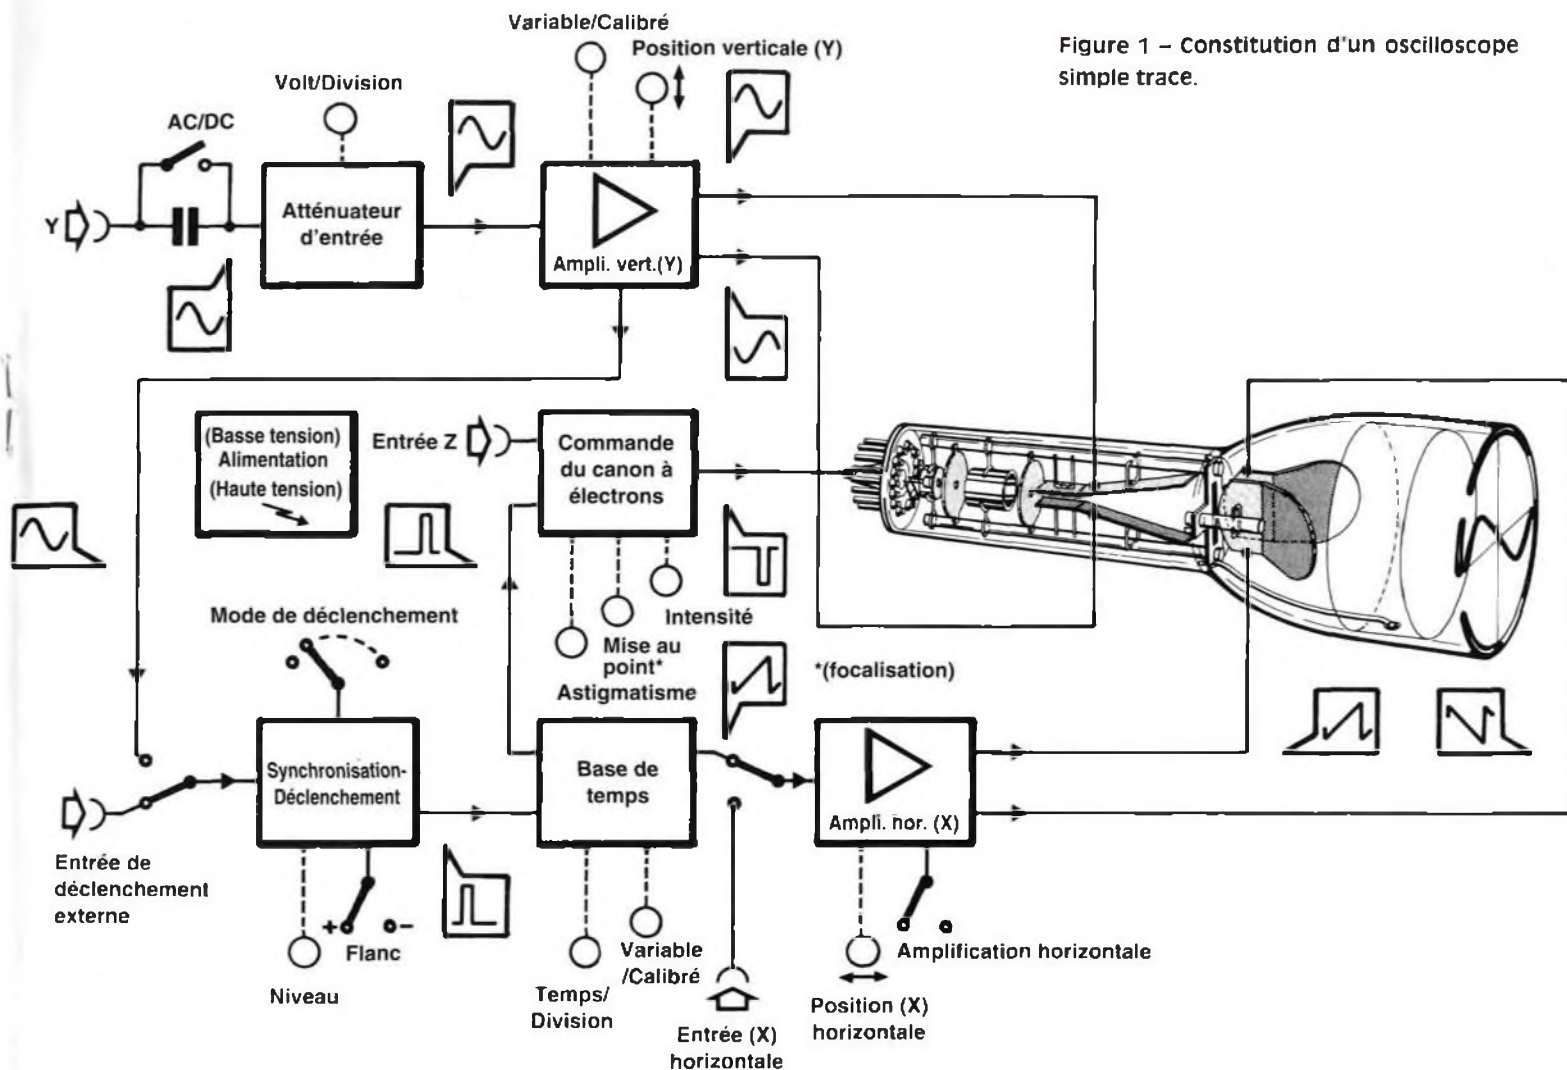

Figure 1 – Constitution d'un oscilloscope simple trace.
de vitesses à bon escient. Un oscilloscope ordinaire est constitué comme le montre la figure 1 d'un tube cathodique qui permet de visualiser le signal*. C'est un tube de verre vidé d'air qui contient, à une extrémité, un canon à électrons (rien ne vous empêche d'appeler le filament d'une lampe à incandescence "canon à photons"), à l'autre un écran recouvert d'un matériau fluorescent et d'une très mince couche d'aluminium (qui permet le retour du courant). L'écran émet de la lumière là où le faisceau d'électrons issu du canon le frappe. Si le faisceau d'électrons - projectiles suffisamment accélérés pour qu'on puisse considérer leur trajet comme rectiligne - n'est pas dévié, il rencontre l'écran en son milieu et y forme une petite tache lumineuse, le spot. Le faisceau d'électrons traverse cependant l'espace compris entre les armatures de deux condensateurs plans, disposées horizontalement et dites pour cela plaques de déviation (ou déflexion) verticale (Y), et verticalement, pour les plaques de déviation horizontale (X). Si entre deux armatures d'un condensateur plan nous établissons une différence de potentiel, nous créons dans l'espace qui les
Nous savons que la tension à étudier est appliquée aux plaques (horizontales) de déviation verticale dites plaques Y. Directement ? Non, par l'intermédiaire d'un atténuateur puis d'un amplificateur d'entrée puisqu'un oscilloscope a heureusement plusieurs calibres. Sur le plus petit calibre (0,01 V/division pour le *Torg*), les signaux attaquent directement l'amplificateur d'entrée. Sur les autres calibres, ils sont atténués à l'aide d'un diviseur de tension. Un signal d'amplitude crête à crête de 80 mV occupera l'écran sur toute sa hauteur (pleine échelle) si le calibre choisi est de 0,01 V par division. Si nous déplaçons l'index du bouton *V/Div.* sur 0,02 (V/division), il sera atténué de moitié, sur 5, ses ondulations seront à peine visibles et nous aurons l'impression d'un signal à peu près constant mais nous pourrions éventuellement y reconnaître des impulsions parasites de très grande amplitude et peut-être les mesurer si elles sont inférieures à ± 20 V ou $+40$ V ou -40 V, à condition qu'elles se répètent très fréquemment. Il nous faudra alors déplacer la courbe vers le bord supérieur ou le bord inférieur de l'écran à l'aide du potentiomètre repéré par une flèche verticale (ou *Y-Pos*). Nous avons encore, en bas et à droite sur la face avant, juste au-dessus d'une borne de masse, un bouton poussoir qui correspond à l'interrupteur marqué *AC/DC* de la figure 1 : son rôle est évident aux habitués du magazine. Nous en reparlerons cependant dans un prochain article.
Un lecteur, aussi sage que serviable, nous fait remarquer que l'énoncé du problème posé le mois dernier, ne parlait pas de la précision avec laquelle les résistances (figure 1) étaient connues. Qu'il en soit remercié. Il est vraisemblable que les résistances sont tirées de la série E12. Ceci veut dire que leur valeur n'est connue qu'à 10% près. Une résistance de 10kΩ de la série E12 peut donc mesurer entre 9 et 11kΩ, une résistance de 47kΩ entre 42,7kΩ et 51,8kΩ, soit entre 42kΩ et 52kΩ. Quelle résistance mesure l'ohmmètre de la figure 1 ? Les deux résistances en série équivalent à une résistance de 57kΩ. Nous avons donc deux résistances en parallèle, une de 57kΩ et une de 22kΩ qui s'offrent au passage du courant. La plus petite offre moins de résis-
Nous pouvons énoncer le théorème de Thévenin décrit par les figures 1 et 2 tel que le donne le dictionnaire* : « Tout réseau électrique contenant des éléments passifs linéaires et des générateurs de tension, entre deux points A et B duquel existe une différence de potentiel V_A - V_B peut être remplacé par un circuit équivalent, contenant en série un générateur de tension de force électromotrice E_{th} = V_A - V_B et une résistance R_{th} équivalente à l'ensemble du réseau dans lequel tous les
Il existe, pour évaluer E_{th}, une autre façon de procéder que nous allons appliquer au circuit de la figure 4. Il va de soi qu'il ne s'agit pas de la mesurer comme sur les figures 1 et 2. La tension V_A - V_B est égale à U₂ augmentée de la chute de tension aux